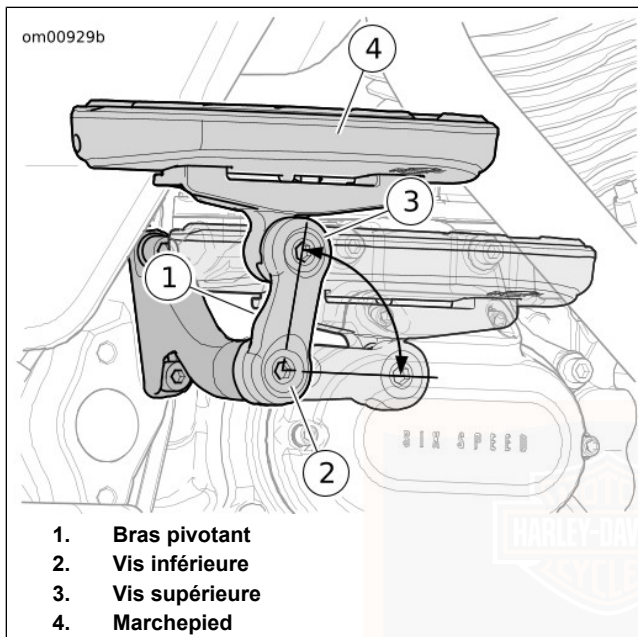

Figure 43. Bras pivotant et marchepied
Voir Figure 43. Le bras pivotant (1) est monté sur un cliquet denté qui ne permet une rotation que de 90 degrés.
1. Desserrer la vis inférieure (2).
1. Voir Figure 43. Desserrer la vis supérieure (3) pour permettre la rotation du marchepied.
2. Faire pivoter le marchepied (4) à l'horizontale ou selon l'angle souhaité.